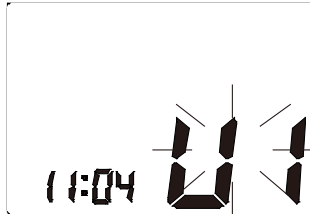
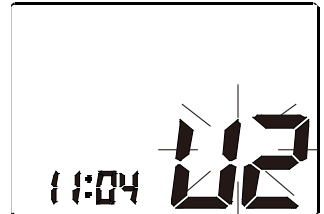

Abbildung 6-1
Abbildung 6-2
- b. Nun beginnt die aktuelle Speichereinheit (U1 oder U2) zu blinken. Siehe Abbildung 6-1. Drücken Sie die Taste "MEM", um von einer Speichereinheit zur anderen zu wechseln. Siehe Abbildung 6-2. Bestätigen Sie Ihre Wahl durch Drücken der Taste "START". Nach 5 Sekunden ohne Aktivität wird die ausgewählte Speichereinheit automatisch bestätigt.